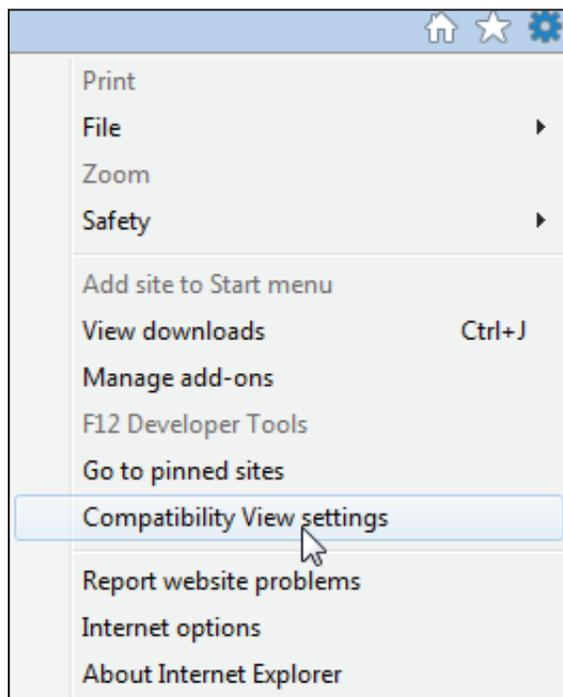

Figura 12. Elija “Compatibility View settings” (Ajuste de Modo de Compatibilidad) del menú desplegable del icono de engrane. (Muestra de Microsoft Explorer 11).
PASO 1. Haga clic en el icono del engrane. (O en el menú **Tools (Herramientas)** de Microsoft 8 al 10). Del menú desplegable, haga clic en la opción Compatibility View settings (ajuste de Modo de Compatibilidad). Vea la Figura 12.